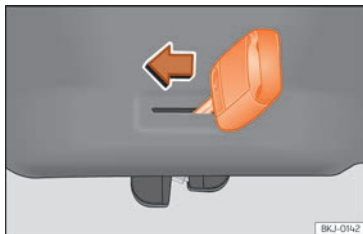

Fig. 91 Pormenor da bagageira: destrancagem de emergência.
- Introduza o palhetão da chave na ranhura e desloque a chave no sentido da seta até que a fechadura desbloqueie »» **Fig. 91.**